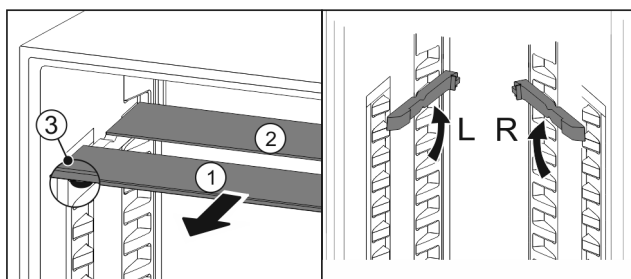

Fig. 72
- ▶ Skleněné desky jednotlivě vytáhněte dopředu Fig. 72 (1).
- ▷ Skleněná deska Fig. 72 (1) s ozdobnou lištou leží vpředu.
- ▷ Zarážky Fig. 72 (3) směřují dolů.